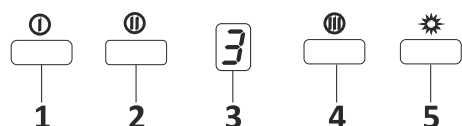

Fig. 15: Pulsante 3 Spd Dig
1. ➤ Premere questo tasto per accendere il prodotto. Quando si preme questo tasto il prodotto funzionerà anche alla velocità 1. Fig. 15
2. ➤ Quando si preme questo tasto il prodotto funzionerà anche alla velocità 2. Fig. 15
3. ➤ Dig display (display digitale) È possibile seguire la velocità in cui il prodotto è attualmente in funzione su questo display. Fig. 15
4. ➤ Quando si preme questo tasto il prodotto funzionerà anche alla velocità 3. Fig. 15
5. ➤ Premere il pulsante per accendere e spegnere la lampada. Fig. 15
6. ➔ Premendo e tenendo premuto uno qualsiasi dei pulsanti motore per più di 2 secondi verrà avviata una funzione timer della durata di 15 minuti. Verrà visualizzato un segnale all'avvio del timer e il motore si fermerà automaticamente dopo 15 minuti. Fig. 15